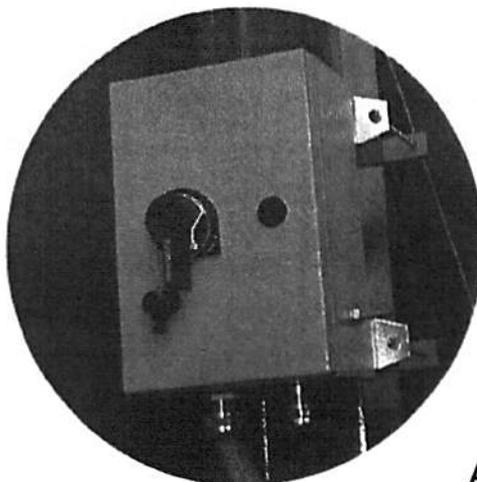

Abb. 3.2.6
F) Vom unteren Turmelement den Tragrahmen und die Schalttafel entfernen (Abb. 3.2.6).